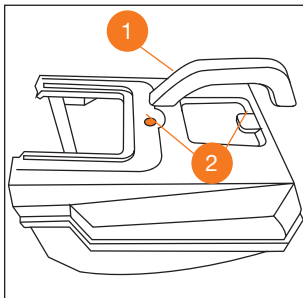

Рис. 10
- Вставьте ручку травосборника **1** в посадочные отверстия **2** и защёлкните её (Рис. 10).